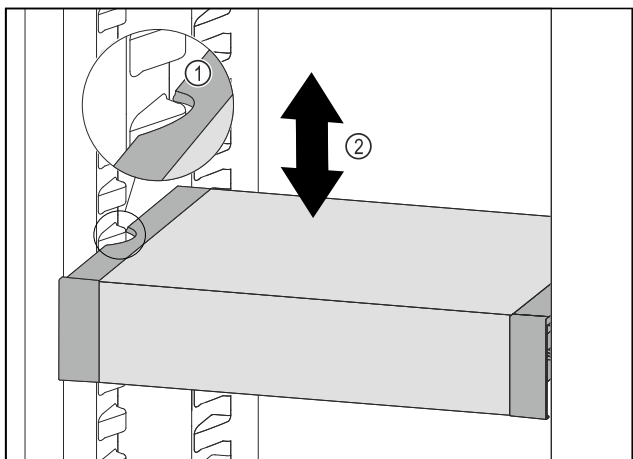

Fig. 91
- ▶ Táhněte VarioSafe dopředu, dokud nebudou boční vybrání VarioSafe na úrovni žebrování na nádoby v chladničce. Fig. 91 (1)
- ▶ Posouvejte VarioSafe v chladničce nahoru nebo dolů, dokud nedosáhnete požadované výšky. Fig. 91 (2)